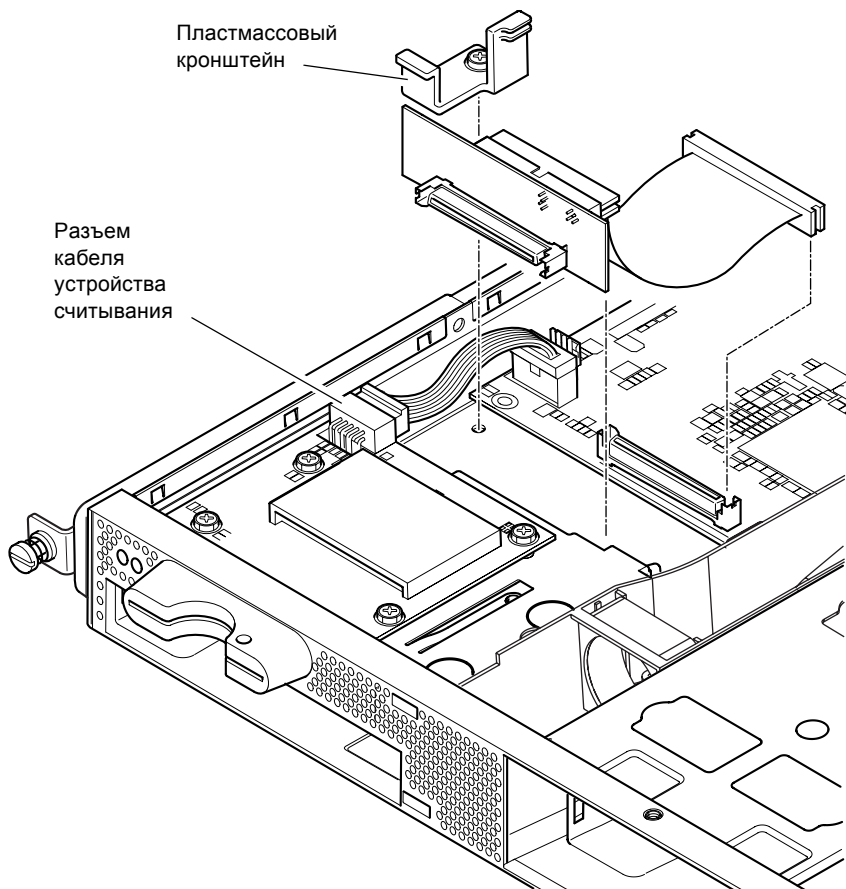

РИС. 11-3 Замена переходной платы, расположенной в задней части отсека для дисководов DVD или дисководов компакт-дисков
3. **Отсоедините кабель питания устройства считывания карты памяти от разъема на системной плате (см. РИС. 11-3).**
6. **Подсоедините новый ленточный кабель IDE к системной плате таким образом, чтобы кабель проходил от системной платы по направлению к дискуводу (см. РИС. 11-3).**
11. **Установите пластмассовый кронштейн крепления переходной платы и привинтите его к основанию отсека (см. РИС. 11-3).**